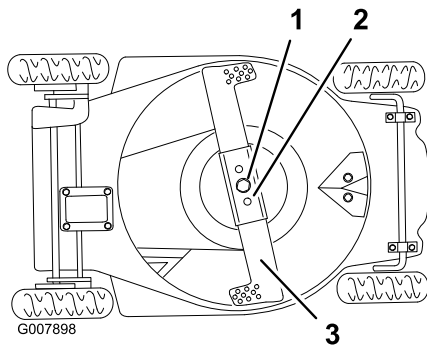

Figure 30
2. Basculez la tondeuse sur le côté **gauche** (Figure 30).
2. Enlevez le boulon, la rondelle de blocage, la lame et le renfort (Figure 30).